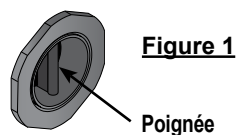
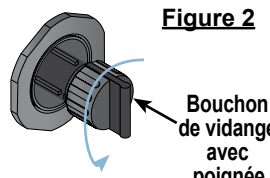
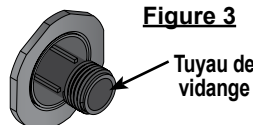

Figure 1
Figure 2
Figure 3
2. Repérez la vanne de vidange principale (devant en bas) du spa. Tirez sur la poignée (Figure 1, vous pouvez utiliser une pince pour tirer la poignée) jusqu'à ce que vous ayez atteint la position centrale, puis faites pivoter la poignée légèrement vers le tube de vidange complètement déplié (bouchon de vidange et 2,5 cm (1") du tube de vidange sont exposés) (Figure 2), puis enlevez le bouchon de vidange (Figure 3).
5. Tirez sur le tuyau d'arrosage et retirez-le, puis remettez le bouchon de la vanne de vidange en place et enfoncez le tube de vidange dans le spa (Figure 1).